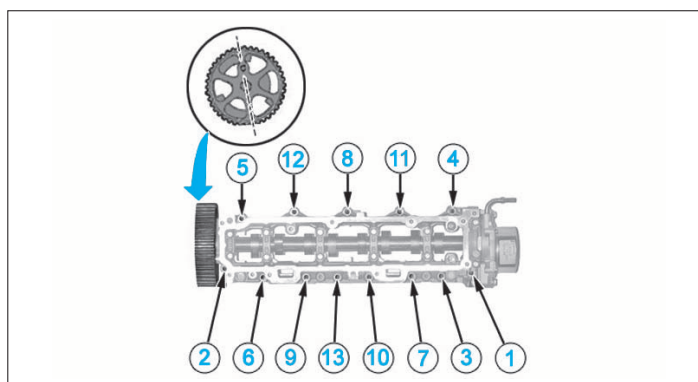

FIG. 60
- Amener l'arbre à cames à la position indiquée (Fig. 60).
- Desserrer progressivement comme illustré (Fig. 60), puis les déposer.